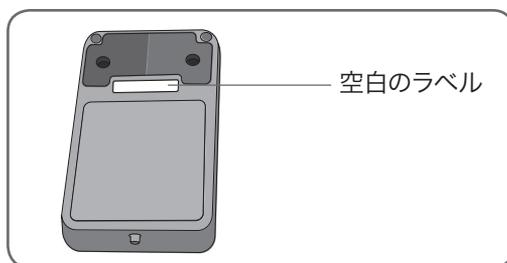

図 33 :システム ID 番号を記入するための RF スティムユニットのラベル
4. NESS L300 キャリング ケースのシステムID 番号(例:A334)を見つけ、新しい RF スティムユニット裏面の空白のラベルに記入してください(図 33 を参照)。この ID 番号で新しい RF スティムユニットがどの NESS L300 システムに登録されたかがわかります。